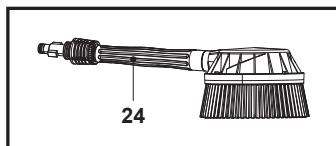

Fig. 15
A escova rotativa (24) consegue limpar superfícies de forma suave mas eficaz. É ideal para utilização em veículos, janelas e mobiliário de jardim, proporcionando uma ação de escovagem intensiva para a sujidade, mas suave para as superfícies ao combinar a pressão da água com a ação da escova (Fig. 15).